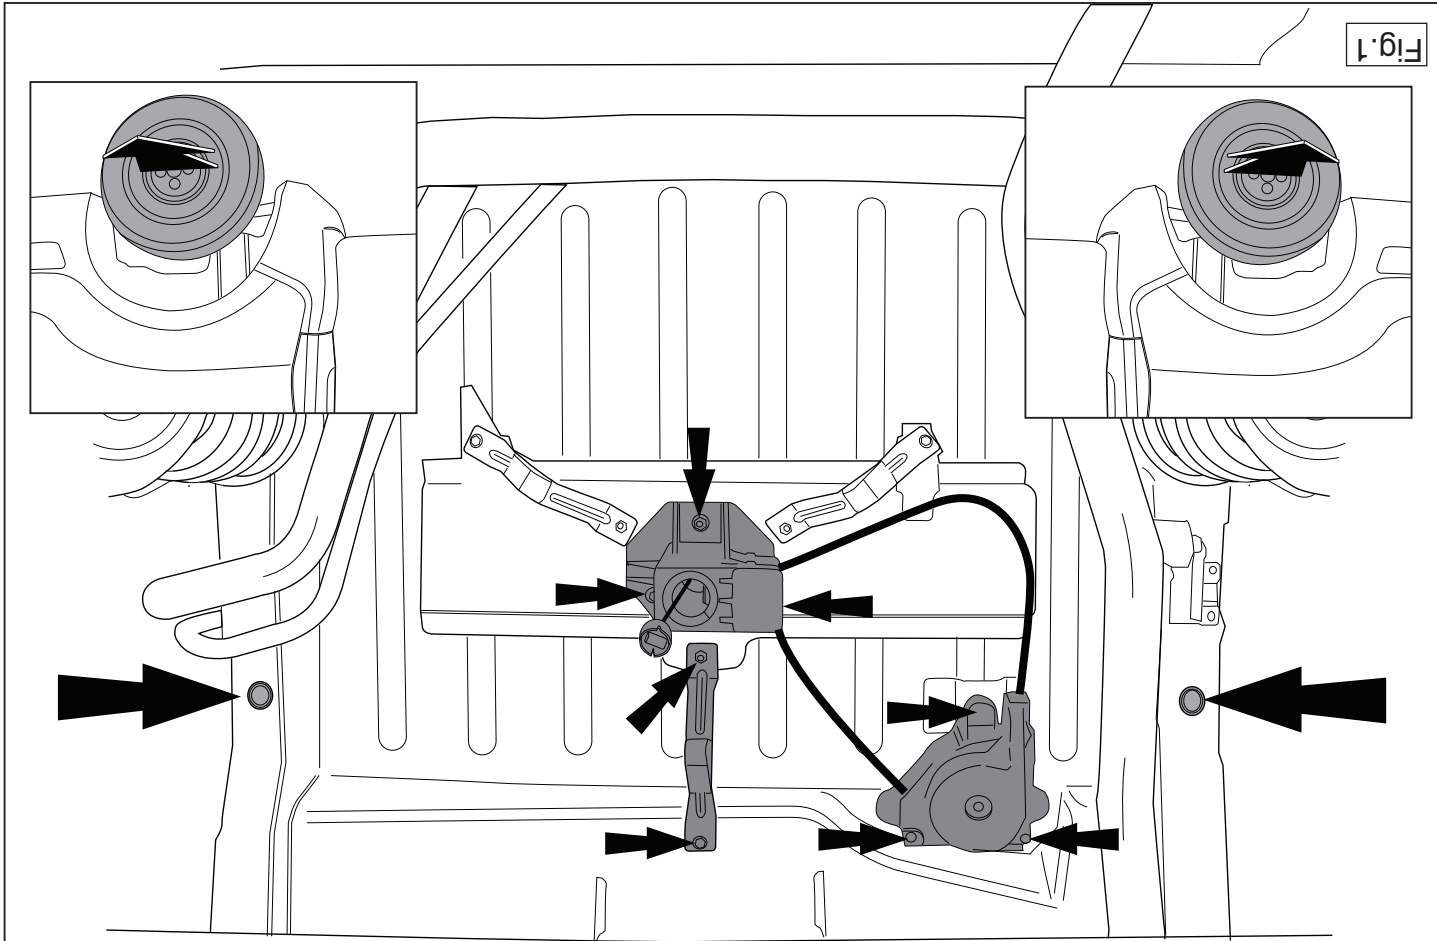

Fig.1
3. Verwijder t.p.v. de aangegeven punten de rubberen doppen (zie fig. 1).
2. Remove the parts indicated in figure 1.
3. Remove the rubber caps at the points indicated (see fig. 1).
2. Die in Abbildung 1 angegebenen Teile abmontieren.
3. Bei den angegebenen Punkten die Gummikappen entfernen (siehe Abb. 1).
2. Démonter les pièces indiquées sur la figure 1.
3. Enlever les bouchons en caoutchouc à l'emplacement des points indiqués (voir la fig.1).
3. Avlägsna gummitäckarna vid de markerade punkterna (se fig. 1).
3. Fjern gummikapslerne ved de markerede punkter (jævnfør fig. 1).
3. Retirar a la altura de los puntos indicados los tapones de goma (véase la fig. 1).